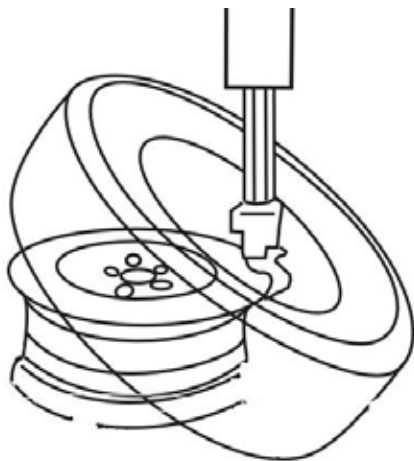

Fig.21
- Mettez le bourrelet sur la jante avec le côté gauche vers le haut, tirez le bras oscillant et le placer sur sa position de travail. (Comme fig.21)